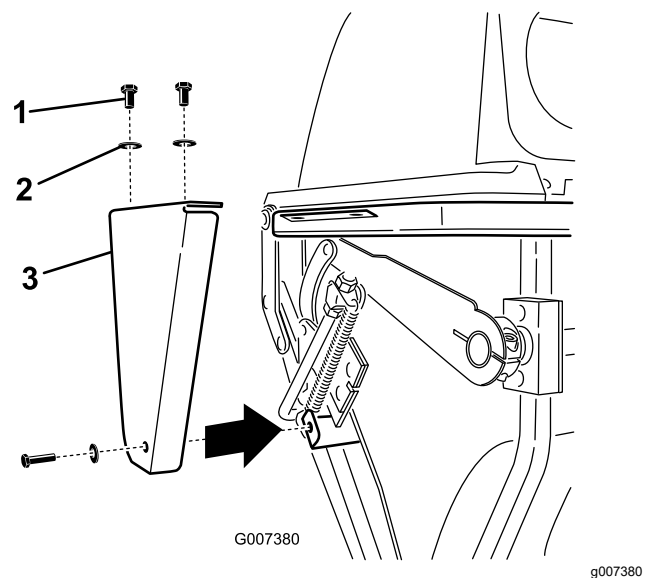

Figure 53
- Retire la chapa lateral de ambos lados del ensacador (Figure 53).